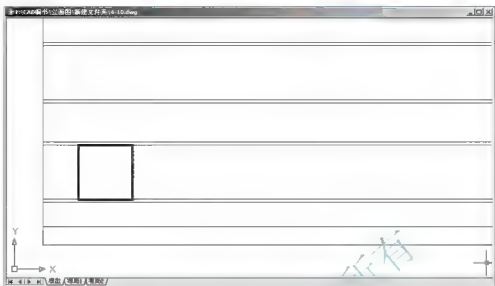

图 4.11 绘制出左下角 1800mm × 1800mm 的窗洞口
④ 在指定另一个角点或 [面积(A)/尺寸(D)/旋转(R)] 提示下, 输入 “@1800, 1800” 后按 Enter 键结束命令, 结果如图 4.11 所示。